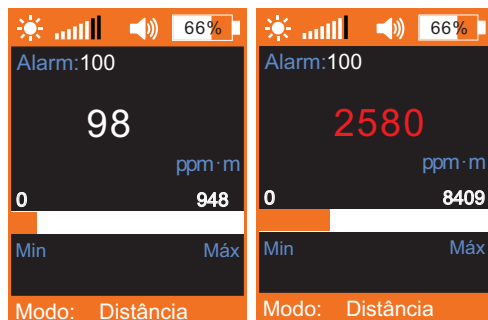

Fig. 7: Modo de medição
- O valor de medição atual passa a ser indicado a vermelho (fig. 7, imagem do lado direito).